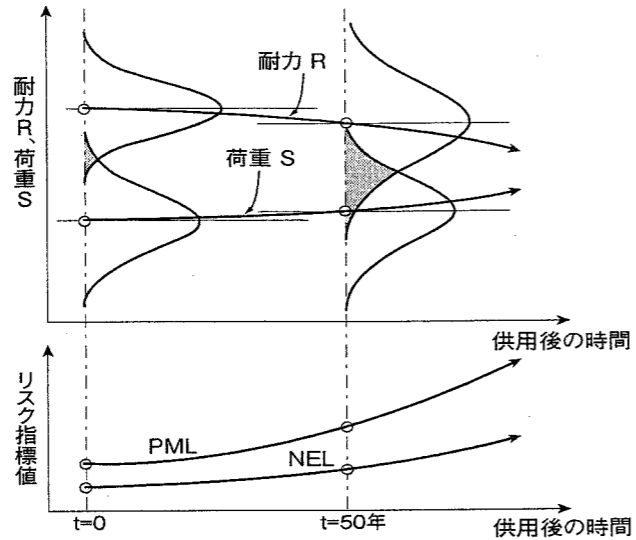

図4 時系列リスク評価による構造物の安全性評価・維持管理システムへの応用
(1)では、リスク指標値(1)で、地震損失の期待値(ELI=Normal Expected Loss)および予想最大損失(PML=Probable Maximum Loss)を示している。図4は耐震と荷重Sの確率密度関数、およびリスク指標値を時系列上で模式化したものである。これを既存構造物の維持管理システムとして提案したい。
最後に、ソフト技術の両輪を併用した応用事例を提示したい。図4は耐震と荷重Sの確率密度関数、およびリスク指標値を時系列上で模式化したものである。これを既存構造物の維持管理システムとして提案したい。